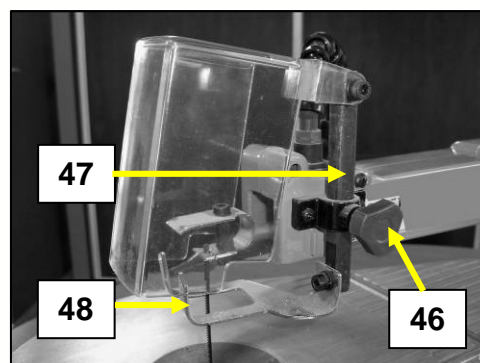

Fig 22
- Desserrez la vis moletée (46).
- Réglez le presseur vertical (48) en fonction de l'épaisseur du matériau à usiner, en montant ou baissant l'axe (47) (Voir Fig 22).
- Resserrez la vis moletée (46).